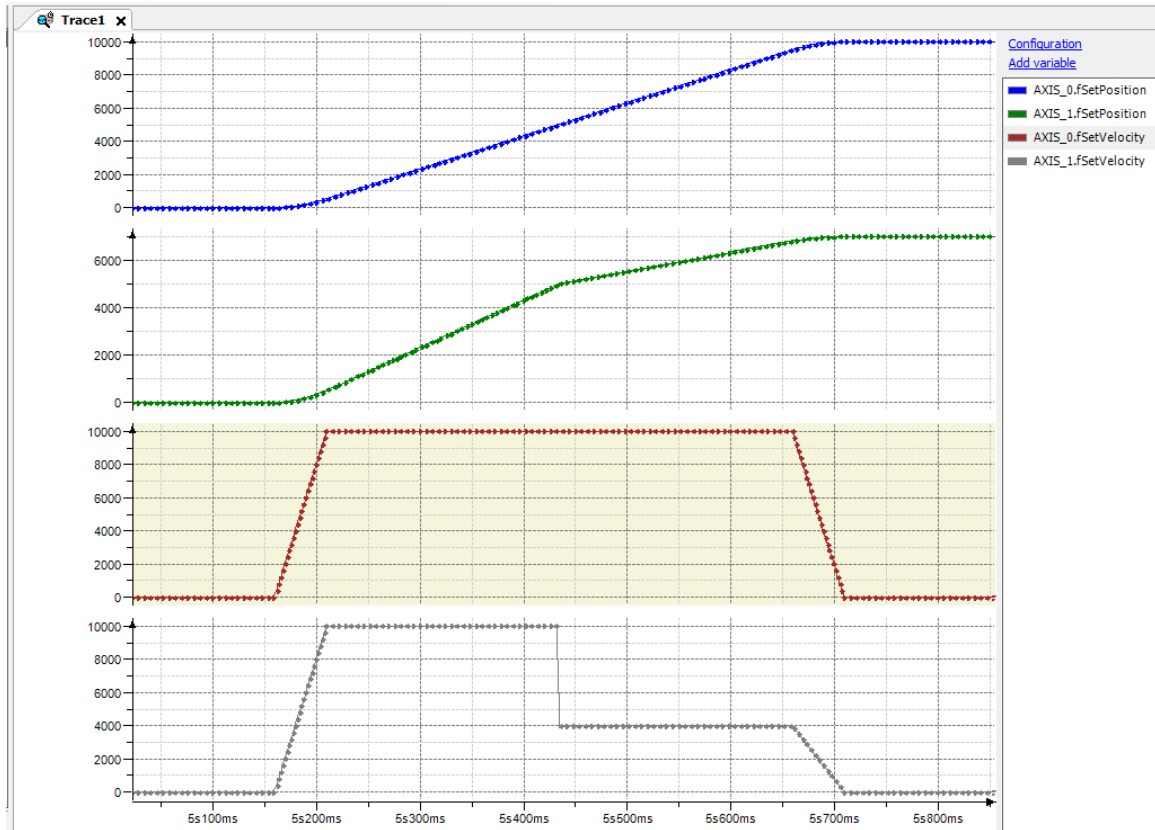

图 6.29 电子凸轮运动主从轴位置速度曲线
4) 程序完成编程后，编译、下载到控制器中执行，并将 CASE 流程变量 i 的值强制为 1 启动整个电子凸轮运动，程序运行结果如图 6.29 所示。